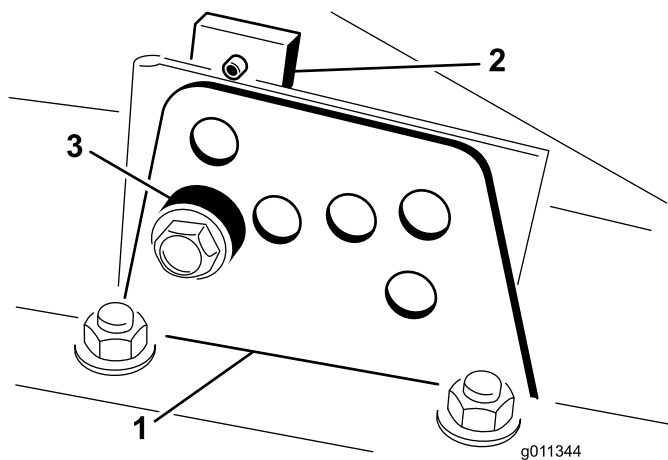

Figure 3
2. Desserrez le boulon qui fixe le support de hauteur de coupe à la plaque de hauteur de coupe (à l'avant et de chaque côté) (Figure 3).
4. Tout en supportant la chambre, déposez l'entretoise (Figure 3).